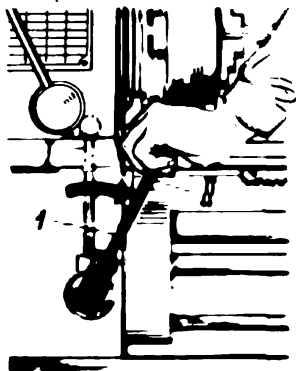
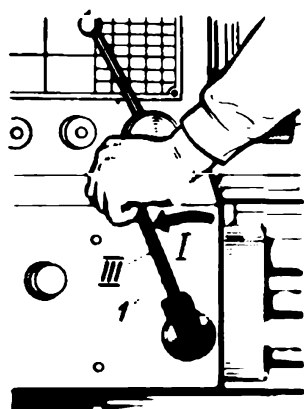
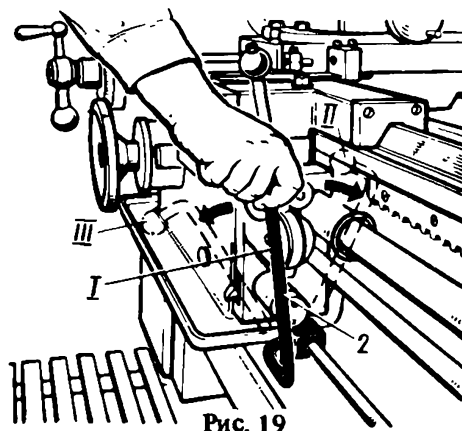

Рис. 17
Рис. 18
Рис. 19
(рис. 17). При использовании рукоятки 2, расположенной с правой стороны фартука (см. рис. 19), повернуть ее правой рукой влево, а затем от себя по стрелке в положение II.
нуть рукоятку соответственно I или 2 из положения II в среднее положение I (см. рис. 17 и 19).
3.5. Включить механизм шпинделя на обратное вращение (рис. 18).левой рукой повернуть рукоятку I на себя (рис. 18), а затем из среднего положения I влево в положение III. При использовании рукоятки 2, расположенной с правой стороны фартука (рис. 19), повернуть ее влево правой рукой, а затем на себя по стрелке в положение III.